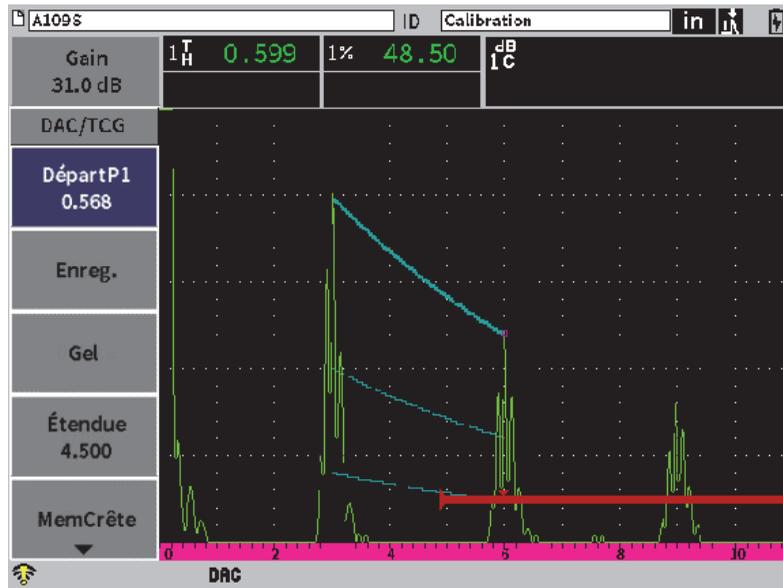

Figure 11-5 Deuxième point DAC
5. Appuyez sur la touche de tabulation pour sélectionner le bouton **Ajouter**, et puis sur la touche d'entrée pour ajouter le deuxième point (voir Figure 11-5 à la page 183).
8. Appuyez sur la touche de tabulation pour sélectionner le bouton **Ajouter**, et puis sur la touche d'entrée pour ajouter un autre point (voir Figure 11-5 à la page 183).